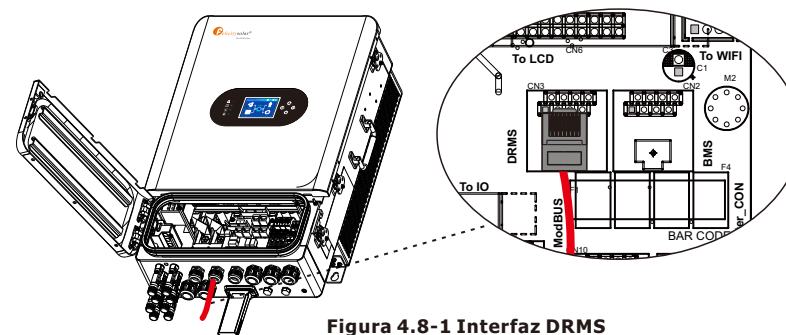

Figura 4.8-1 Interfaz DRMS
**Paso 1.** Abra el pestillo desde el lado derecho de la máquina. Consulte la Figura 4.8-1.